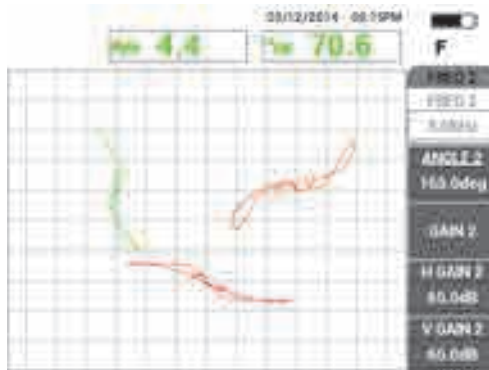

Рис. 5-139 Сканирование опорного кольца
7. Поместите преобразователь в бездефектную зону рядом с опорным кольцом трубы, нажмите педаль NULL. Просканируйте опорное кольцо; по завершении, нажмите клавишу FREEZE (❄) [см. Рис. 5-139 на стр. 231].